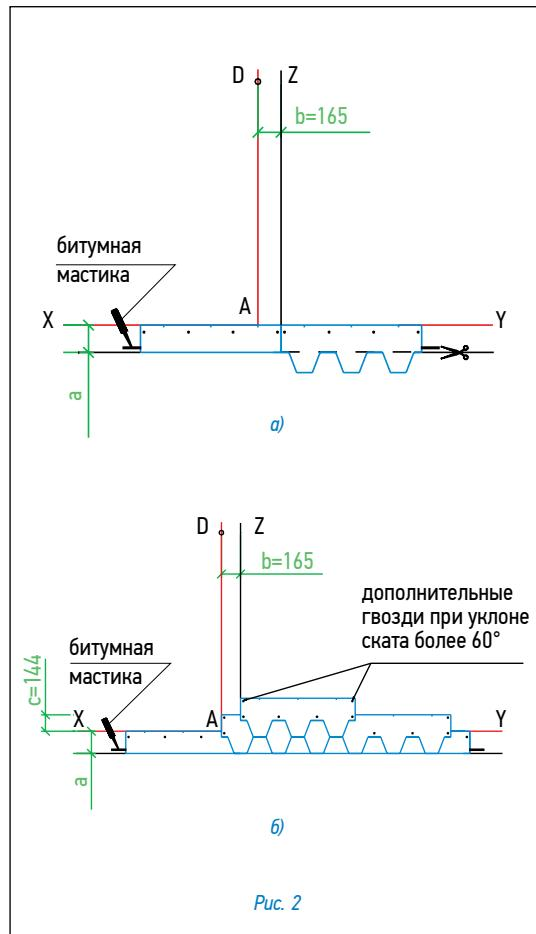

Рис. 2
Укладка материала (рис. 2)
- Начальный ряд формируется из специальной коньково-карнизной черепицы, либо из листов черепицы обрезанных по линии образованной конечными точками вырезов. Элементы начального ряда укладываются по линии карниза в обе стороны от линии Z (рис. 2а) и фиксируются по нижнему краю битумной мастики, а по верхней кромке 4 гвоздями (ось гвоздей на 5 см ниже верхнего края полосы);
- далее первый ряд черепицы укладывается от линии AD (рис. 2б);
- второй ряд укладывается от линии Z (со смещением 16,5 см от AD) (рис. 2б);
Каждый лист гибкой черепицы крепится 4 гвоздями в штатных местах таким образом, чтобы гвоздь прошивал и верхний край низлежащего листа черепицы (рис. 2б).